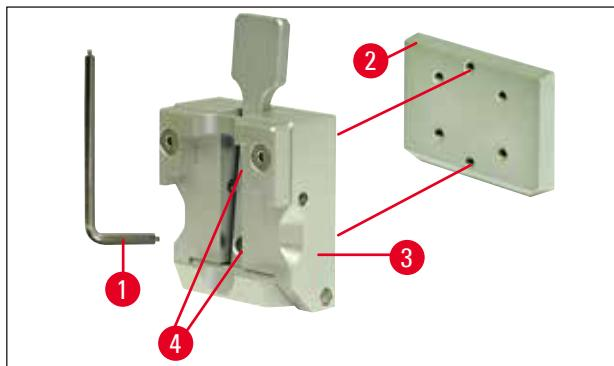

図10
3. ダブルテールガイド(→図10-2)の2本のネジ(→図10-3)を外して試料クランプ(→図10-4)から外します(→図10)。ここでもサイズ3のハンドル付き六角レンチを使用します。